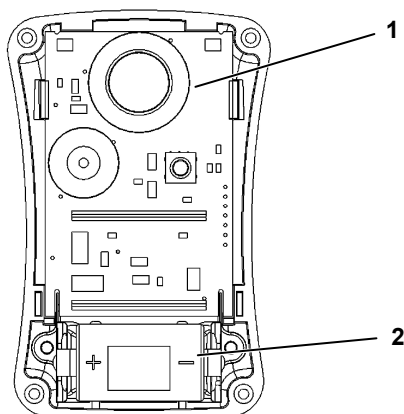

Fig. 9 Cambio del sensor y la pila
- (1) Quite los cuatro tornillos que sujetan las dos mitades de la carcasa.
- (2) Quite cuidadosamente la tapa delantera para extraer el sensor (ubicado cerca de la parte superior del aparato, junto a las luces de alarma → Fig. 9).
- (3) Quite el sensor de los terminales.